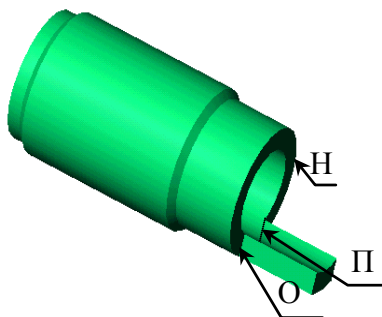

Рис. 2.14
13. Используя инструмент  панели «Элементы», создать вытяжку на расстояние 16 мм (рис. 2.14).